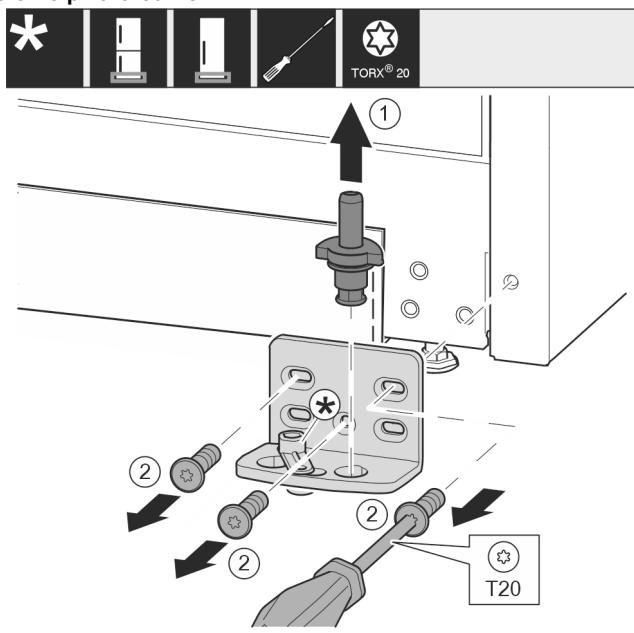

Fig. 10
- ▶ Visiškai ištraukite atraminius varžtus i viršų. Fig. 10 (1)
- ▶ Išsukite varžtus atsuktuvu T20 ir nuimkite atraminę gembę. Fig. 10 (2)